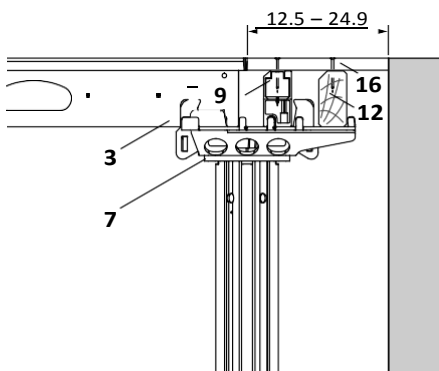

Fig. A5.37
1. Поставете комб. глава SCK (7) с Кондолата към изкърпването.
2. Монтирайте панела (3).
3. Монтирайте челната греда SRT-2 (9) или гредата SPH (12в комб. глава.
4. Монтирайте шперплата (16) и го заковете. (Fig. A5.37)